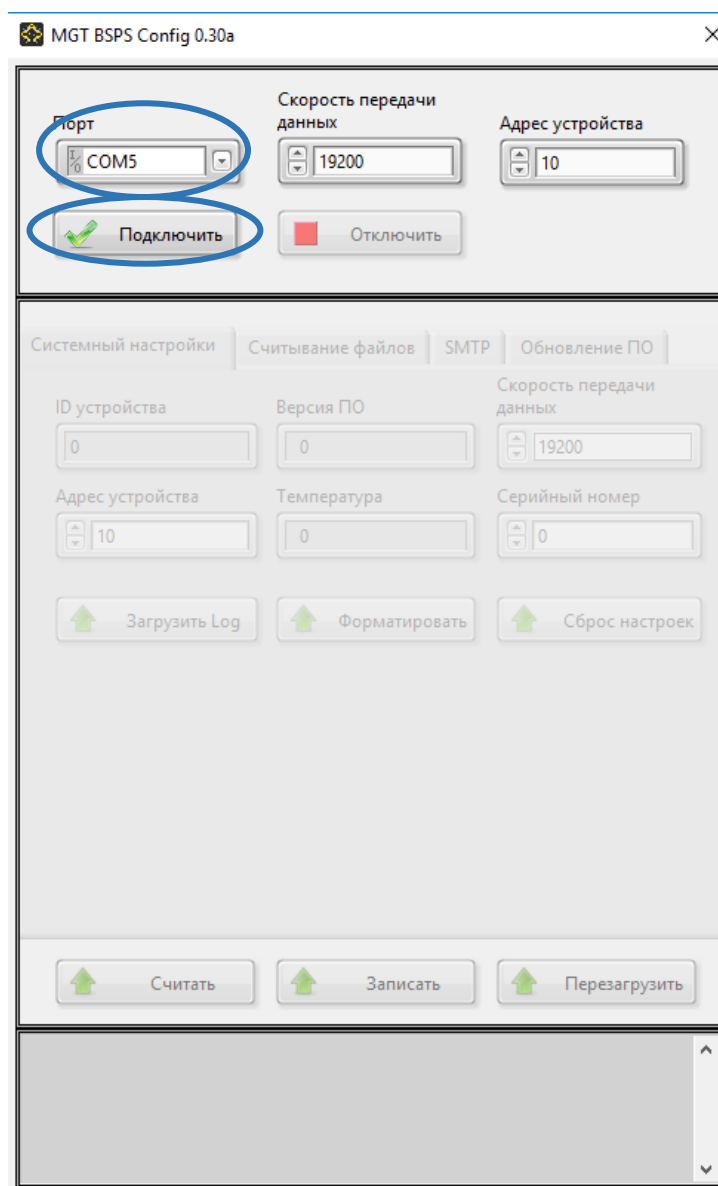

рис.3
2. В программе выбрать "Порт" подключения и нажать "Подключить" (рис.3).